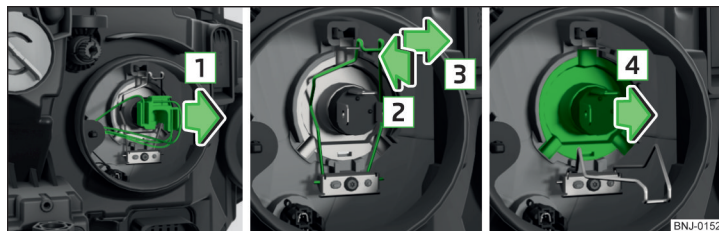

Fig. 208 Sostituzione della lampadina per anabbaglianti e abbaglianti
- Premere il bloccaggio della spina ed estrarre la spina con movimenti oscillanti in direzione della freccia 1 » fig. 208.